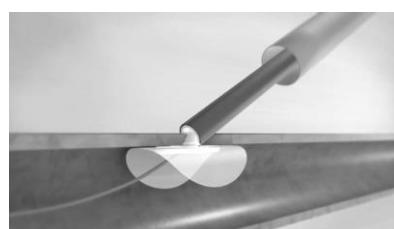

Abbildung 13. Tamponadenposition, an der Arteriotomie anliegend positioniertes Implantat
- b. Das Gerät um weitere 1,5 Stufen zurückziehen (= insgesamt 3,5 Stufen). An dieser Stelle sollte ein leichter taktiler Widerstand festgestellt werden, der dadurch verursacht wird, dass sich das Implantat im Lumen der Arterienwand verankert. Die Tamponadenposition wurde somit erreicht und das Implantat kontrolliert nun die Blutungen aus der Arteriotomie. Abbildung 13.